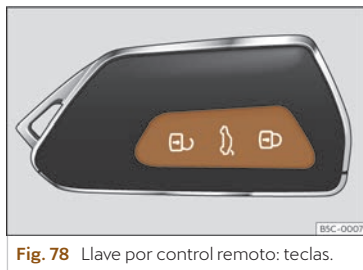

Fig. 78 Llave por control remoto: teclas.
- Bloquear: pulse el botón  >>> **fig. 78**.